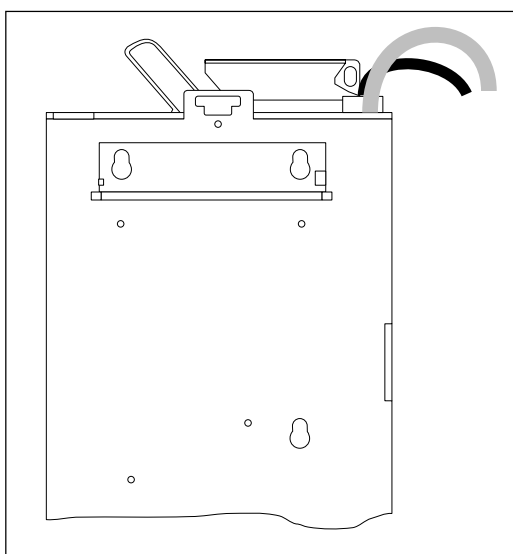

Abb. 7: Geldwechsler einhängen
- Geldwechsler einhängen (3 Löcher) (Abb. 7)